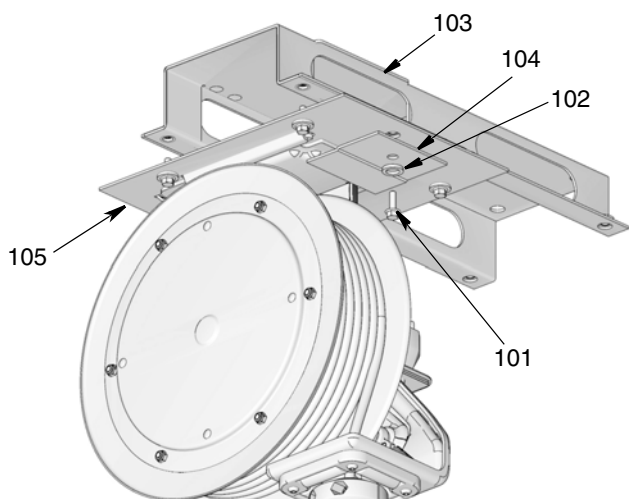

ABB. 8
2. Die Schiene (ABB. 8 - 103) verwenden, um die Position der Befestigungslöcher vor dem Bohren darzulegen.
4. Schiene (103) und Bodenplatte (105) wie in ABB. 8 abgebildet installieren.
5. Kabelaufroller auf Bodenplatte (105) des Aufrollers schieben und Halteplatte (104), Unterlegscheibe (102) und Schraube (101) installieren. Schraube gut festziehen (ABB. 8). **Vor dem Absenken des Gabelstaplers sicherstellen, dass die Befestigung gut ist.**
3. (ABB. 8, Seite 11): Kabelaufroller auf Bodenplatte (105) des Aufrollers schieben und Halteplatte (104), Unterlegscheibe (102) und Schraube (101) installieren. Schraube festziehen.